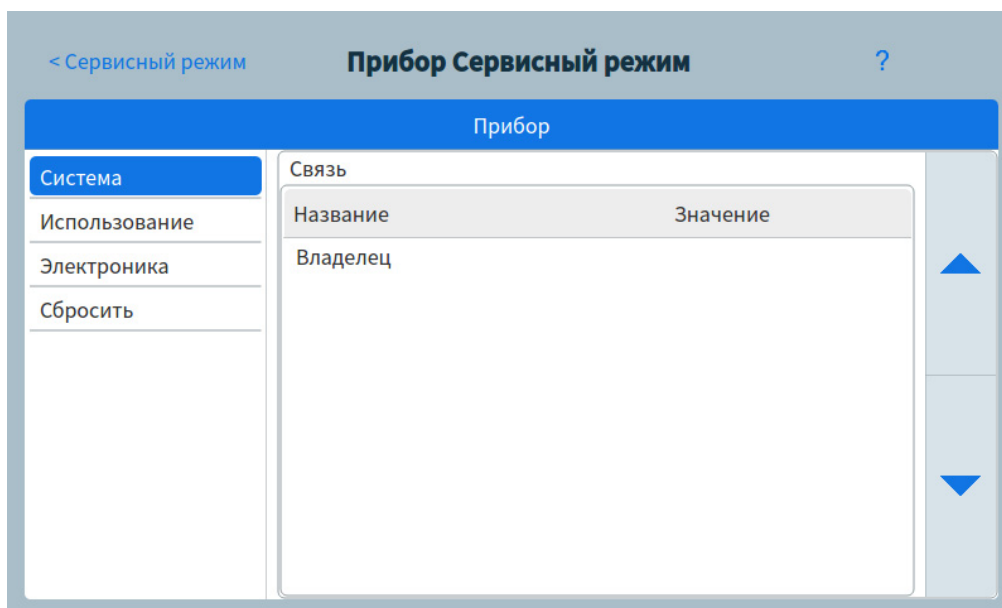

Рис. 40. Страница сервисного режима прибора
- 1 Выберите необходимый тип компонента. Появится страница сервисного режима для выбранного компонента. См. **Рис. 40**.